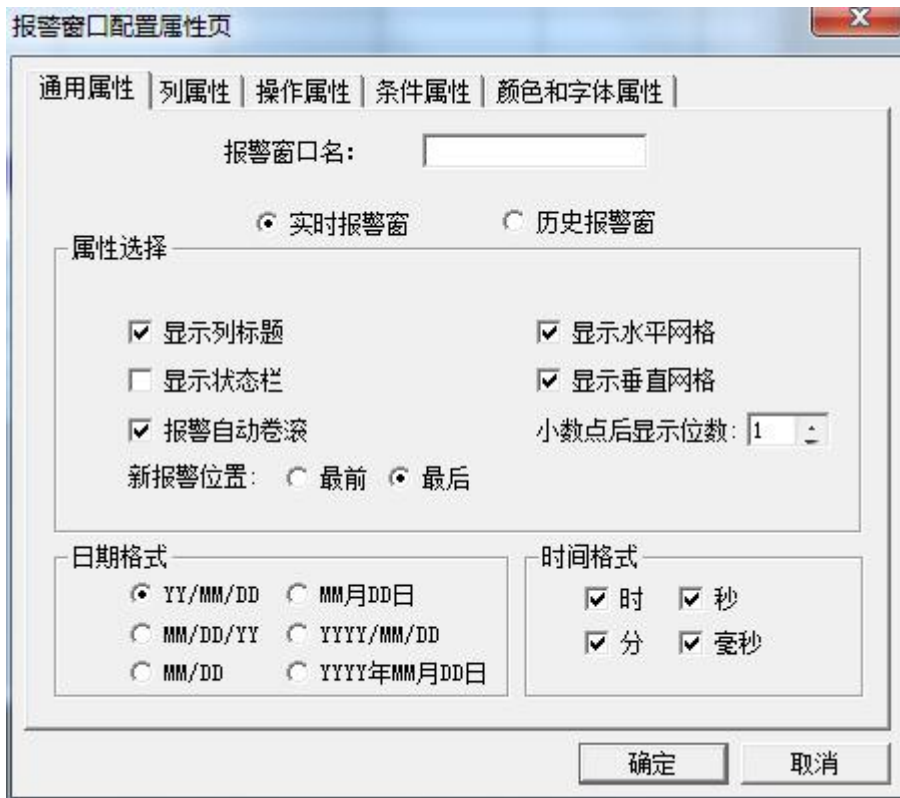

图 5-5 报警窗口配置对话框
- 4、双击“报警窗口”对象，弹出报警窗口配置对话框，如图 5-5 所示。